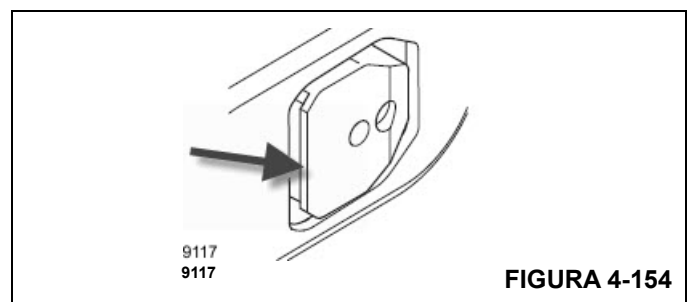

FIGURA 4-154
- Suponiendo que se requiere que la sección de pluma esté bloqueada, es importante saber que hay algunas fases del movimiento automatizado para bloquear la sección de pluma. En particular, la (Figura 4-154) muestra que existe "reborde" en los pasadores de la sección de pluma (indicados por la flecha en la figura). La primera fase para el bloqueo de la sección de pluma es liberar/extender los pasadores en el agujero/recorte en la sección de pluma incluida. Si esto se logra exitosamente, hay una segunda fase de movimiento automatizado para colocar la sección de pluma en la superficie nivelada apropiada de los pasadores que está próxima al reborde. En una fase final, se confirma que el pasador está enganchado y la sección de pluma bloqueada por el sistema de control comanda al cilindro telescópico para que se retraiga y luego revisa que no haya movimiento de pluma. Si no hay movimiento, se confirma que está bloqueada.
- El operador puede usar la palanca de control en la dirección de retracción, por al menos un segundo, y luego comenzará el movimiento automatizado para desbloquear la sección de pluma (T1 en el ejemplo). Es importante saber que hay dos fases para desbloquear una sección de pluma. Como se mencionó anteriormente, y se muestra en la (Figura 4-154), hay un reborde en los pasadores de la sección de pluma. Por lo tanto, la primera fase del movimiento automatizado es elevar la sección de pluma para tener una holgura en este